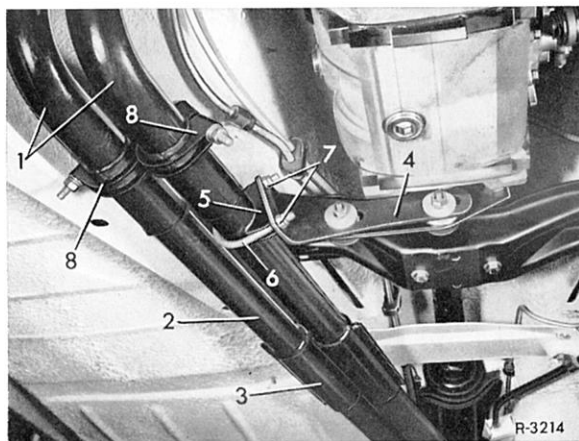

Bild 49-1/1
2 Rohrschellen (8) an der Steckstelle lösen (Bild 49-1/1).
Bei Fahrzeugen mit 4-Zylinder-Benzinmotor zusätzlich Flanschverbindung zwischen vorderer und hinterer Auspuffleitung lösen (Bild 49-1/3).